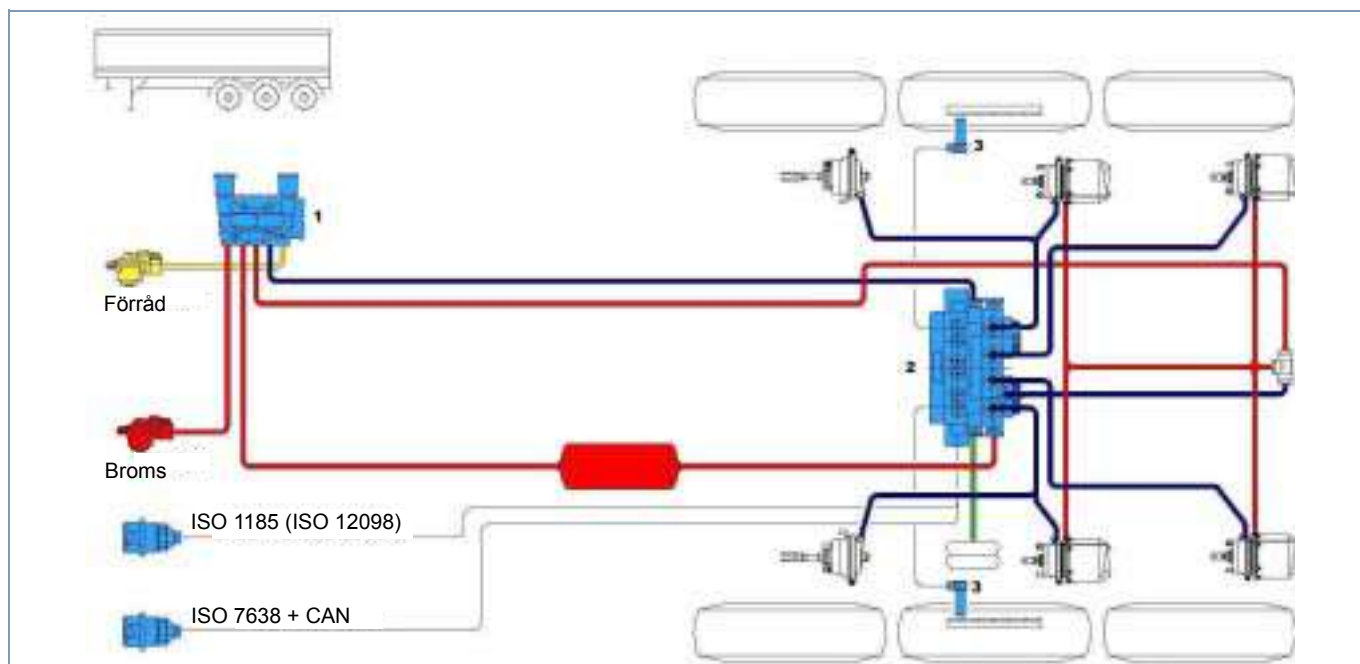

Bild 1: 3-axlig påhängsvagn 2S/2M med parkeringsreglage PREV
Dessa konfigurationer har, beroende på antalet hastighetssensorer (S) och reglerkretsar (M), systembeteckningen 2S/2M respektive 4S/2M (Bild 1).